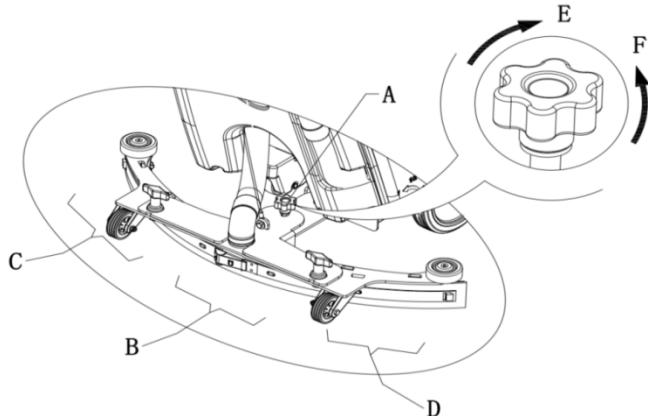

Abbildung 9
1. Installieren Sie die Rakel und schrauben Sie die Mutter (16) nach oben. Schließen Sie nun den Saugschlauch (11) an die Rakel.
2. Stellen Sie die Rakel über den Rakel-Einstellgriff (A, Abbildung 9) ein.
- Bei einer Lücke zwischen dem Boden und dem Heckrakelblatts (B) wird der Knopf (A) gegen den Uhrzeigersinn in Richtung (F) gestellt, bis das gesamte Heckrakelblatt guten Bodenkontakt aufweist und das vordere Blatt den Boden leicht berührt.
- Bei einer Lücke zwischen dem Boden und beiden Blattenden (C und D) wird der Knopf (A) im Uhrzeigersinn in Richtung (E) gestellt, bis beide Heckrakelblattenden guten Bodenkontakt aufweisen und das vordere Blatt den Boden leicht berührt.